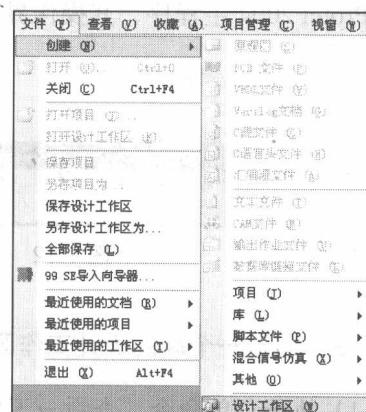

图 1-15 创建设计工作区
- (3) 执行菜单命令“文件→创建→设计工作区”，如图 1-15 所示，创建设计工作区。在设计工作区中可以存放多个项目文件及其中的各类设计文件。